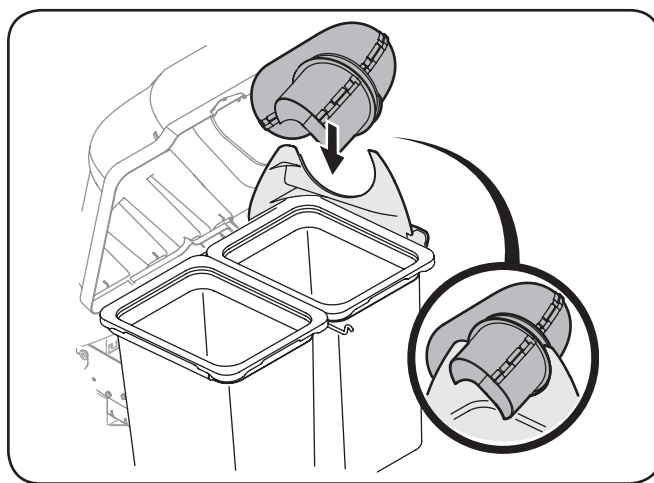

Figure 4-25
15. Avec le couvercle de la goulotte de descente ouverte, installez la goulotte supérieure sur l'adaptateur de goulotte de descente, et déposez-le dessus afin que le support de la goulotte de descente repose dans la gorge de la goulotte supérieure. Consultez la Figure 4-25.